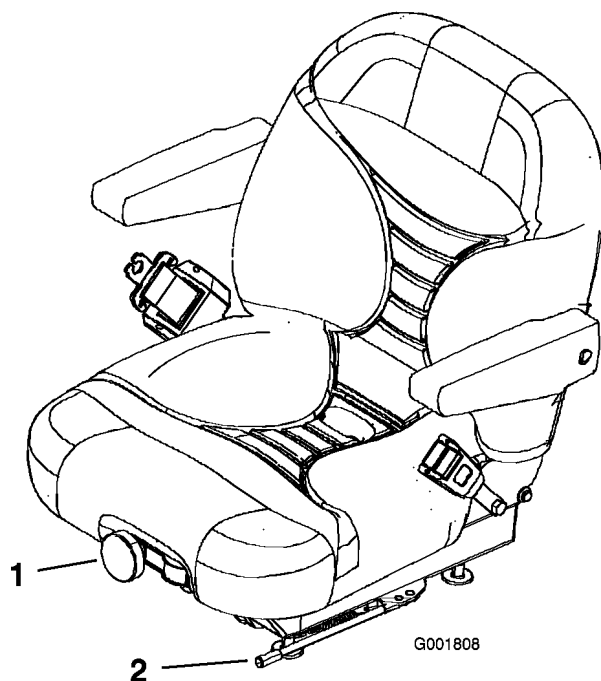

Figure 22
1. Poussez le levier de réglage sur le côté pour débloquer et régler le siège (Figure 22).
Pour ce faire, tournez le bouton avant dans un sens ou dans l'autre pour obtenir la position la plus confortable (Figure 22).